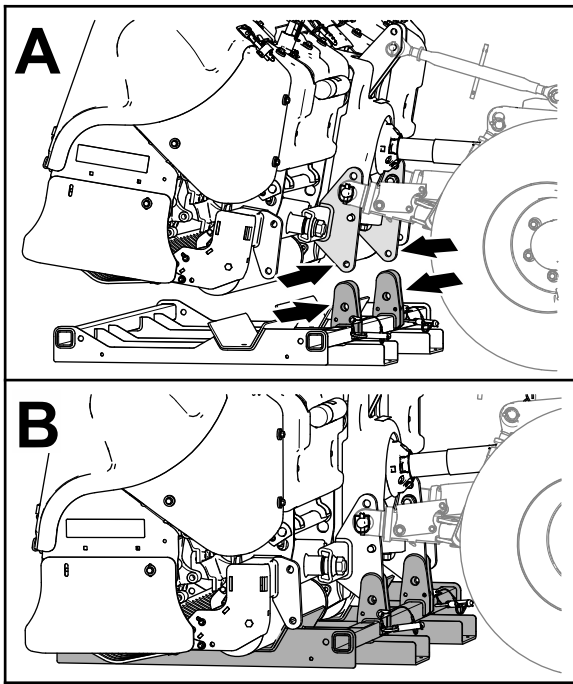

Bild 45
1. Richten Sie die Stützplatten des Sicherheitsständers an der Ständerhalterung am Anbauvorrichtungsrahmen der Maschine aus (Bild 45).
2. Senken Sie die Maschine in den Sicherheitsständer ab, bis die Löcher im Ständer mit den Löchern in der Ständerhalterung der Anbauvorrichtung übereinstimmen (**Bild 45**).